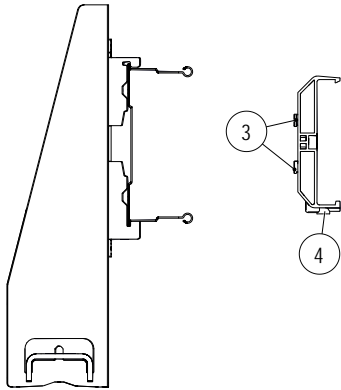
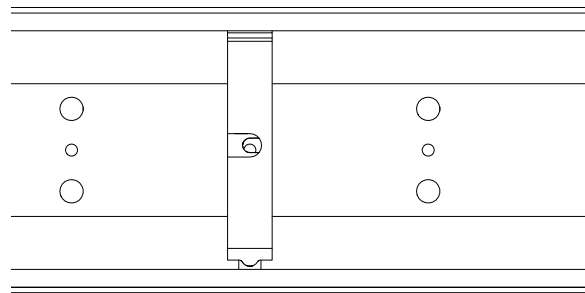

Abb. 59: Arretierungszapfen (4) und Zapfen (3) des Schienenhalters 0812
Abb. 62: Schienenhalter 0831 in die ProShell-Tragprofilschiene montieren
1. Den Arretierungszapfen (4) des Schienenhalters in den unteren Rahmen des ProShell-Tragprofils einhängen, sodass durch das Eindrehen des Schienenhalters die beiden Zapfen (3) in die Bohrungen des ProShell-Tragprofils versenkt werden (siehe Abb. 59 bis Abb. 62).